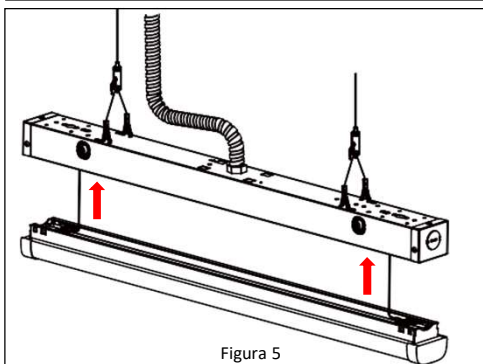

Figura 5
10. Guía las cabezas de los tornillos para madera en las ranuras tipo ojo de cerradura y desliza la base de la lámpara en la dirección en que las cabezas de los tornillos para madera descansen sobre la parte estrecha de la ranura tipo ojo de cerradura. **Ver Figura 5**. Asegúrate de que la lámpara esté apoyada y aprieta los cuatro tornillos para madera hasta que la lámpara esté asegurada a la superficie de montaje.
10. Cierra la lámpara empujando con cuidado el lente en el cuerpo de la lámpara asegurándote de no pellizcar ningún cable. **Ver Figura 5.**